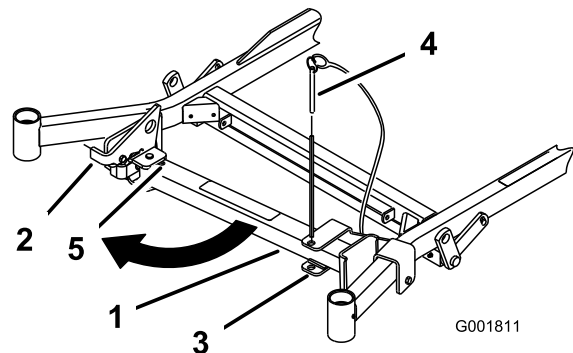
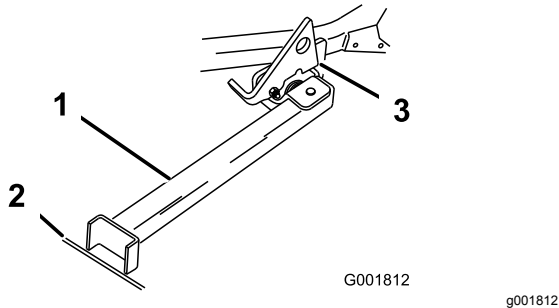

Figura 43
Figura 44
2. Retire el pasador del soporte (Figura 43).
4. Gire el pie del soporte hacia adelante, y deslice el soporte hacia la máquina, hasta que encaje en la parte de abajo de la ranura (Figura 43 y Figura 44).
5. Ponga el pie del soporte en el suelo con el enganche descansando sobre la pestaña de giro (Figura 44).
Nota: Para obtener los mejores resultados, coloque el pie del soporte en una ranura de la acera o en el césped (Figura 44).
7. Conduzca la máquina sobre el soporte. Pare cuando el enganche caiga por encima de la pestaña a la posición bloqueada (Figura 44).
5. Ponga el soporte de nuevo en su posición de descanso (Figura 43).